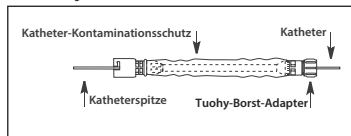

Abbildung 2
- a. Wenn ein Katheter-Kontaminationsschutz mit Tuohy-Borst-Adapter (sofern enthalten) verwendet wird, die Spitze des vorgesehenen Katheters durch das Ende des Katheter-Kontaminationsschutzes mit dem Tuohy-Borst-Adapter einführen. Den Katheter durch den Schlauch und den Ansatz am anderen Ende vorschieben (siehe Abbildung 2).